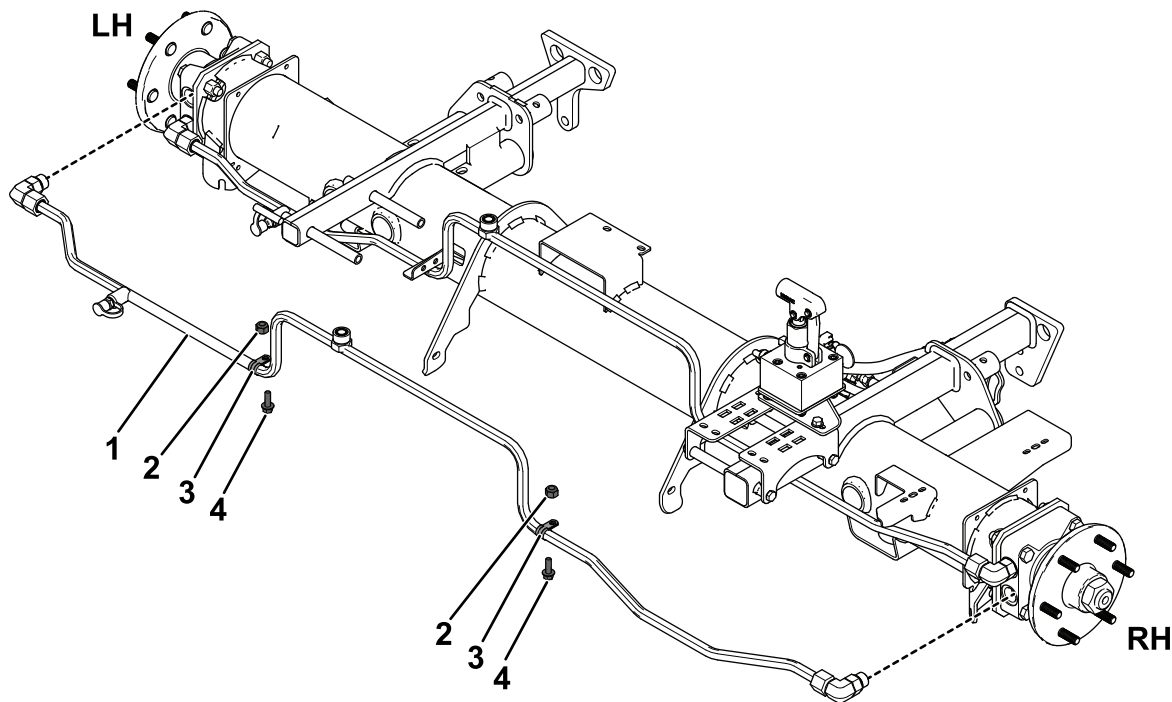

Figura 11
3. Scollegate il tubo idraulico dal raccordo superiore sul motore della ruota anteriore sinistra e il raccordo inferiore sul motore della ruota anteriore destra (Figura 11).
4. Rimuovete i serratubi a R che fissano il tubo al telaio (Figura 11).